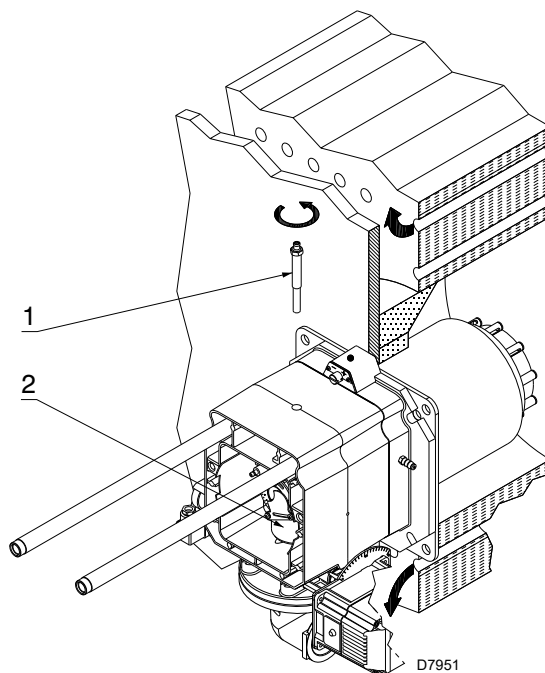

Fig. 14
- scoateți șurubul 1)(Fig. 14);
- Scoateți partea internă 2)(Fig. 14) a capului și calbrați-o.
În acest moment al instalației, capul de ardere este fixat pe centrală ca în Fig. 14.